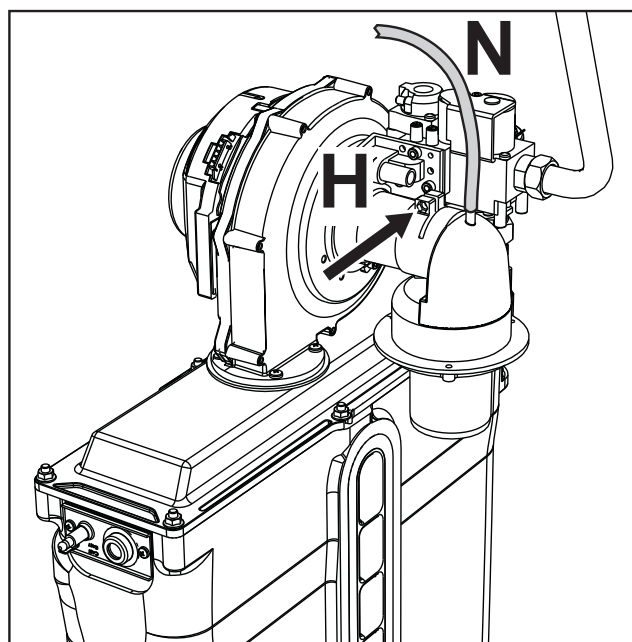

fig. 78
3. Togliere il tubetto di compensazione "N" e allentare la vite "H" (vedi fig. 78).